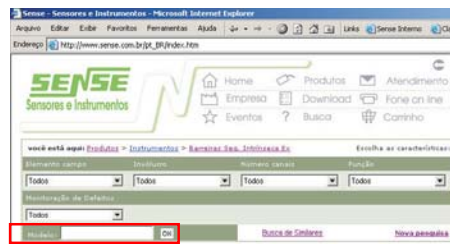

Fig. 24
- No campo **MODELO** (fig.24) digite o código: **KD-50** e aperte o botão **OK**,